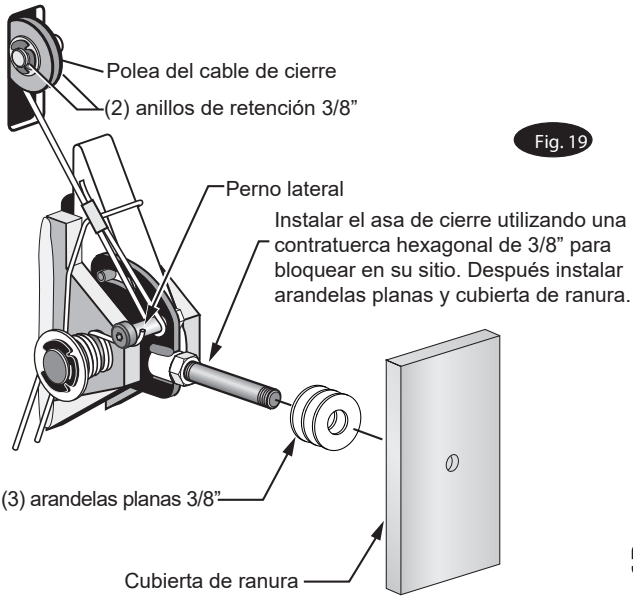

Fig. 19
- A) Instalar la polea del cable de cierre y los anillos de retención en la ranura superior de la columna de la unidad de alimentación como se muestra en la Fig. 19.
- B) Deslizar el extremo de bucle por el extremo del tornillo lateral de la placa de control de cierre del lado derecho (Fig. 19).
- C) Alimentar el otro extremo del cable a través de la ranura de la polea del cable de cierre asegurándose de que el cable pase bajo la parte inferior de la polea del cable de cierre y dentro de la columna derecha (Fig. 19).
- I) Llegados a este punto, se DEBE instalar el asa de cierre, la contratuerca y la cubierta de cierre de la columna derecha como indican la Fig. 19 y la Fig.